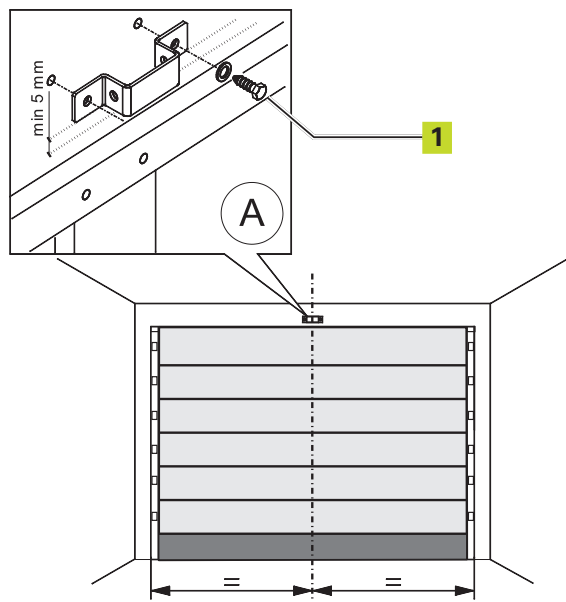

Fig. 14
- 1) Tracer sur le linteau une ligne correspondant au centre vertical de la porte (fig. 14).
- 3) Positionner la patte de fixation de la patte d'attache antérieure en plaçant le bord inférieur à au moins 5 mm au-dessus du point d'intersection des lignes et centré par rapport à la ligne verticale (fig. 14). Consulter également le paragraphe 4,3. pour le positionnement correct de la patte par rapport au point d'attache sur la porte.
- 5) Procéder au perçage et au montage, par l'intermédiaire des vis (réf. ① Fig. 14) non fournies.